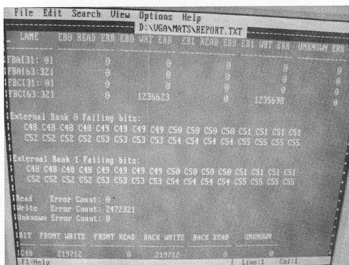

图 5-100 C 通道报错
(3) 用好的显卡启动, 查看清晰的测试结果, 显示 C 通道数据位 48~55 出错, 如图 5-100 所示。